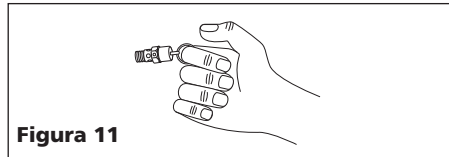

Figura 11
- Hale el anillo de la válvula de seguridad y deje que calce en su posición normal (Vea la Figura 11). Esta válvula automáticamente libera el aire si la presión del tanque excede el nivel máximo fijado.